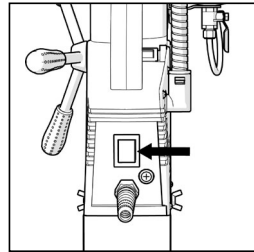

Fig. 4
- Actionnez l'interrupteur rouge (Fig. 4) situé à l'arrière de la machine pour magnétiser l'aimant.